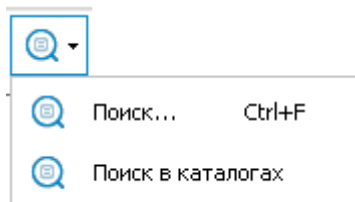

Рис. 72
2. В окне TG Browser в выпадающем меню кнопки **Поиск** выберите пункт **Поиск в каталогах** (Рис. 72).